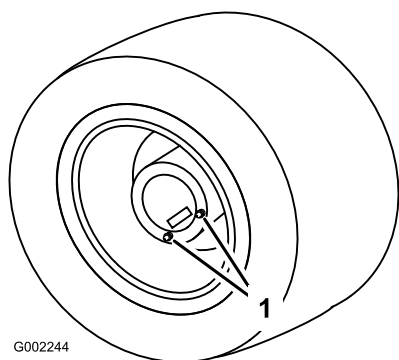

図 46
1. 平らな場所で、点検/ドレン・プラグが一番下の位置（ドレン位置）にくるようにして駐車する図 46。
3. ドレン・プラグの下に容器を置き、プラグを外す (図 46)。